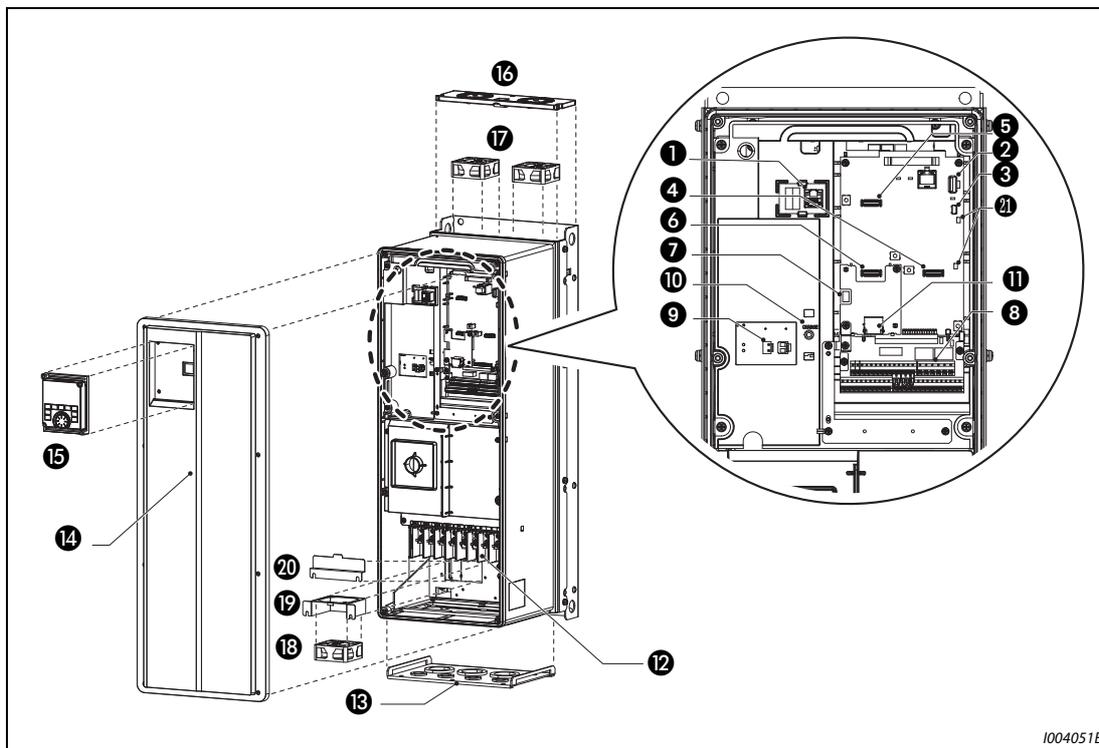

Abb. 1-2: Aufbau des Frequenzumrichters (Beispiel FR-F846-00250(11 kW))
Tab. 1-2: Komponenten des Frequenzumrichters aus Abb. 1-2 (1)
Tab. 1-2: Komponenten des Frequenzumrichters aus Abb. 1-2 (2)